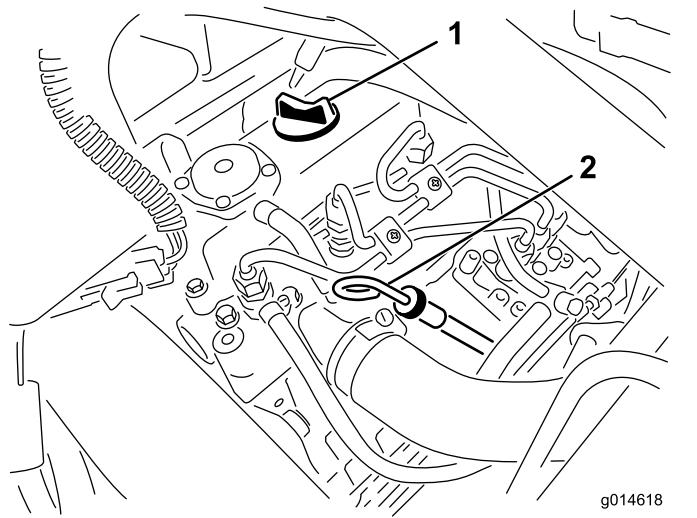

Рисунок 21
2. Извлеките измерительный щуп и протрите его чистой ветошью (**Рисунок 21**).